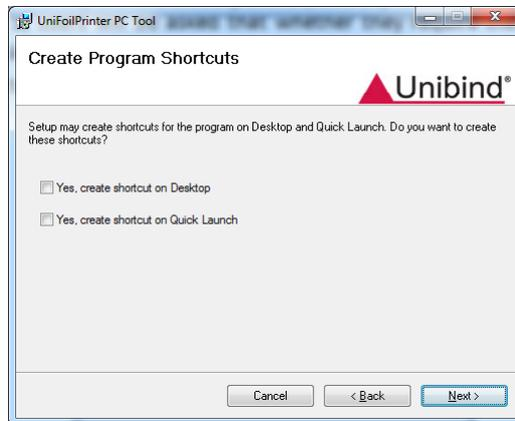

Figure 11: Ecran de configuration des raccourcis bureau
- Comme indiqué en **figure 11**, il est demandé à l'utilisateur s'il souhaite que des raccourcis des programmes soient créés sur son bureau. A vous de choisir les raccourcis qui vous intéressent puis de cliquer sur le bouton « Next ».